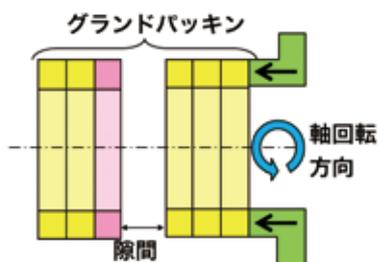

Figure4 押し込み不足による隙間
- ①装着の際、グランドパッキンが奥まで押し込まれず、締付けも不十分だとグランドパッキン同士の上にFigure4のように隙間ができる。